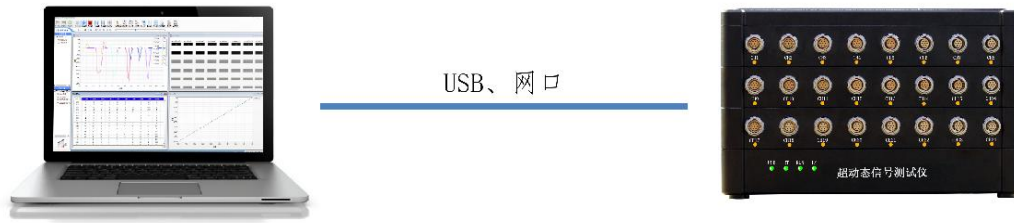

图 2 单台工作
- 2、 试验机基础图见附图 2。
附图 2 试验机基础图
4.2 单台工作如图 2 所示：